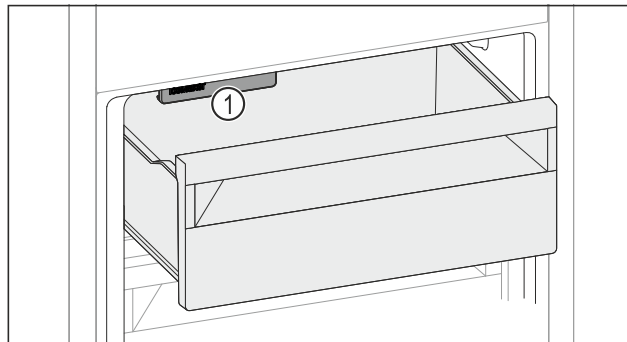

Fig. 140
- Upoštevajte IceMaker Fig. 140 (1).